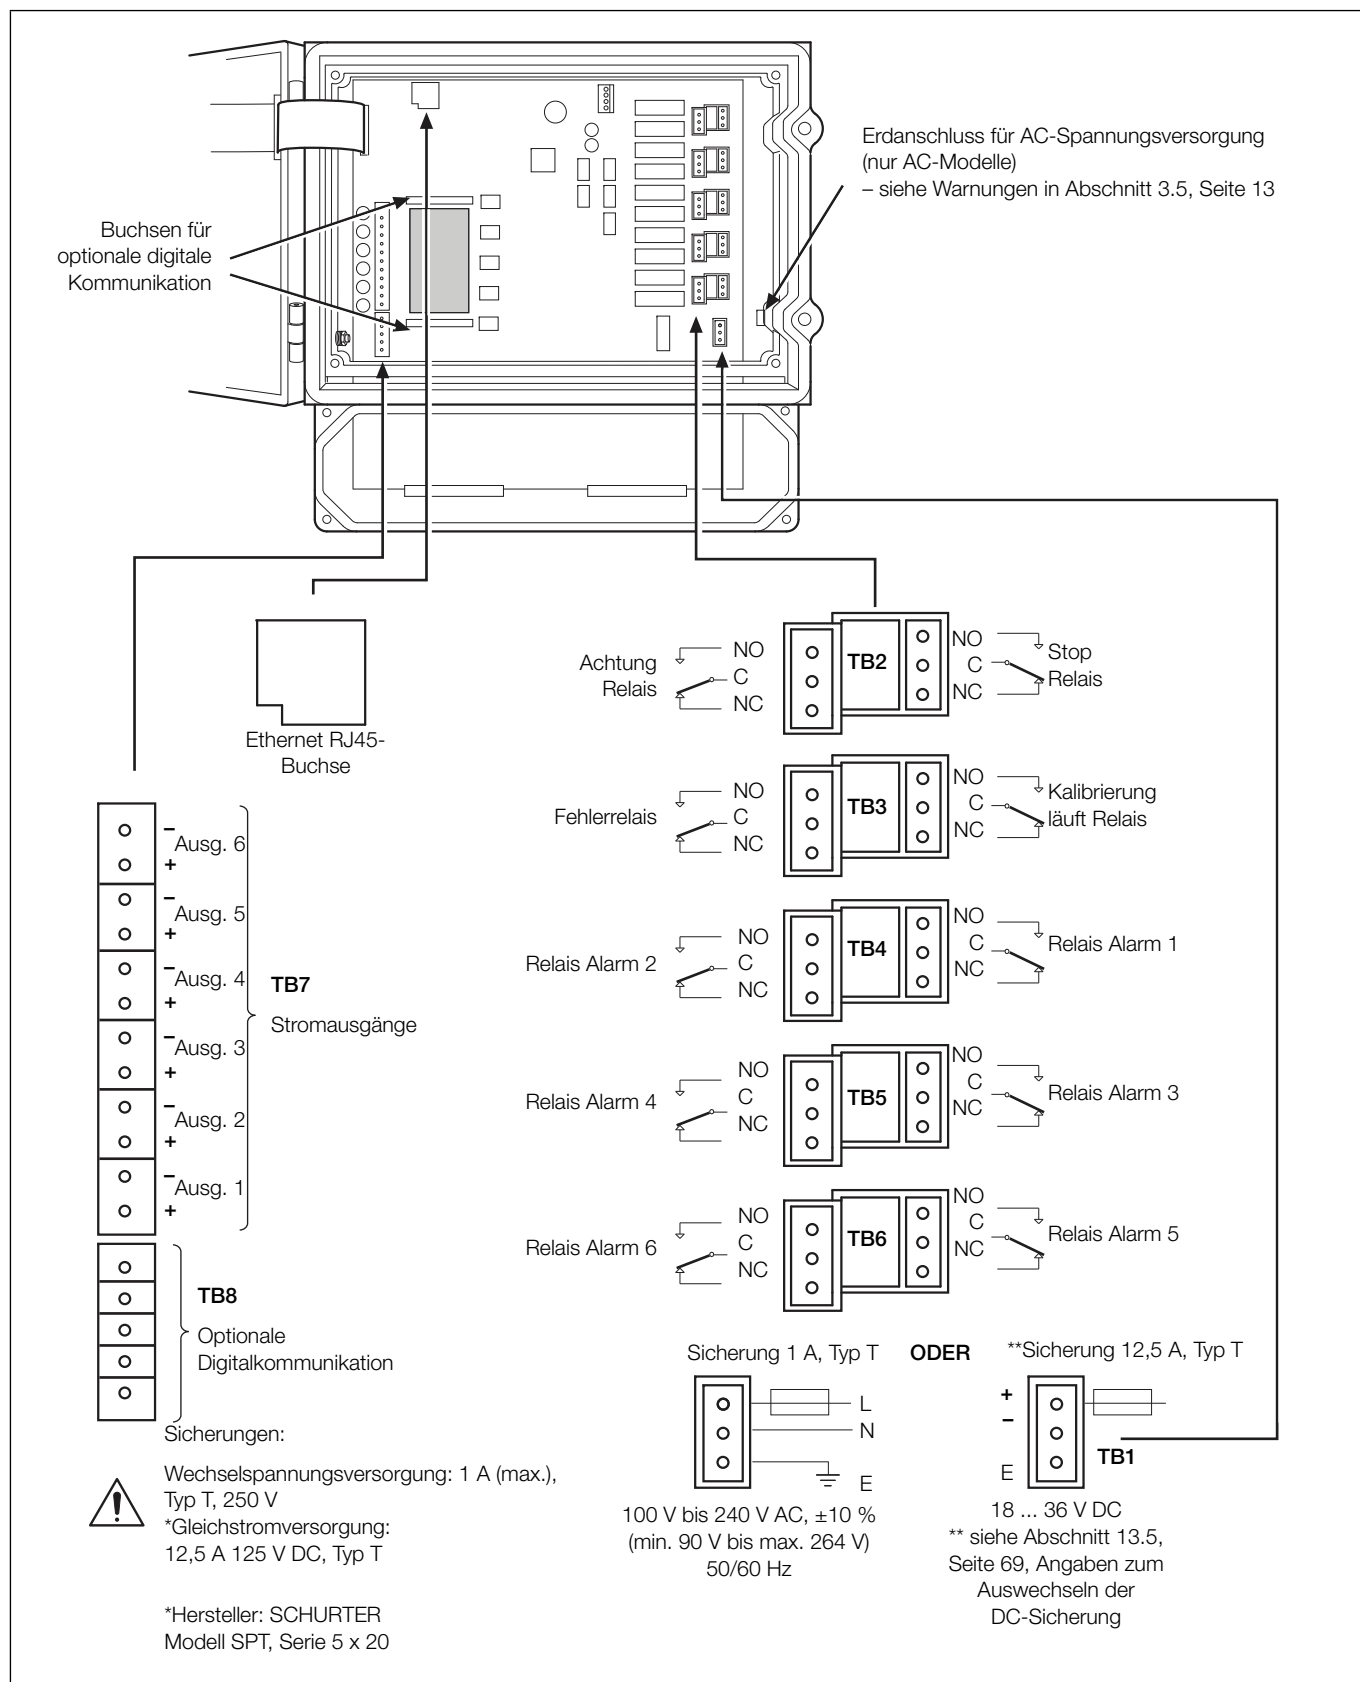
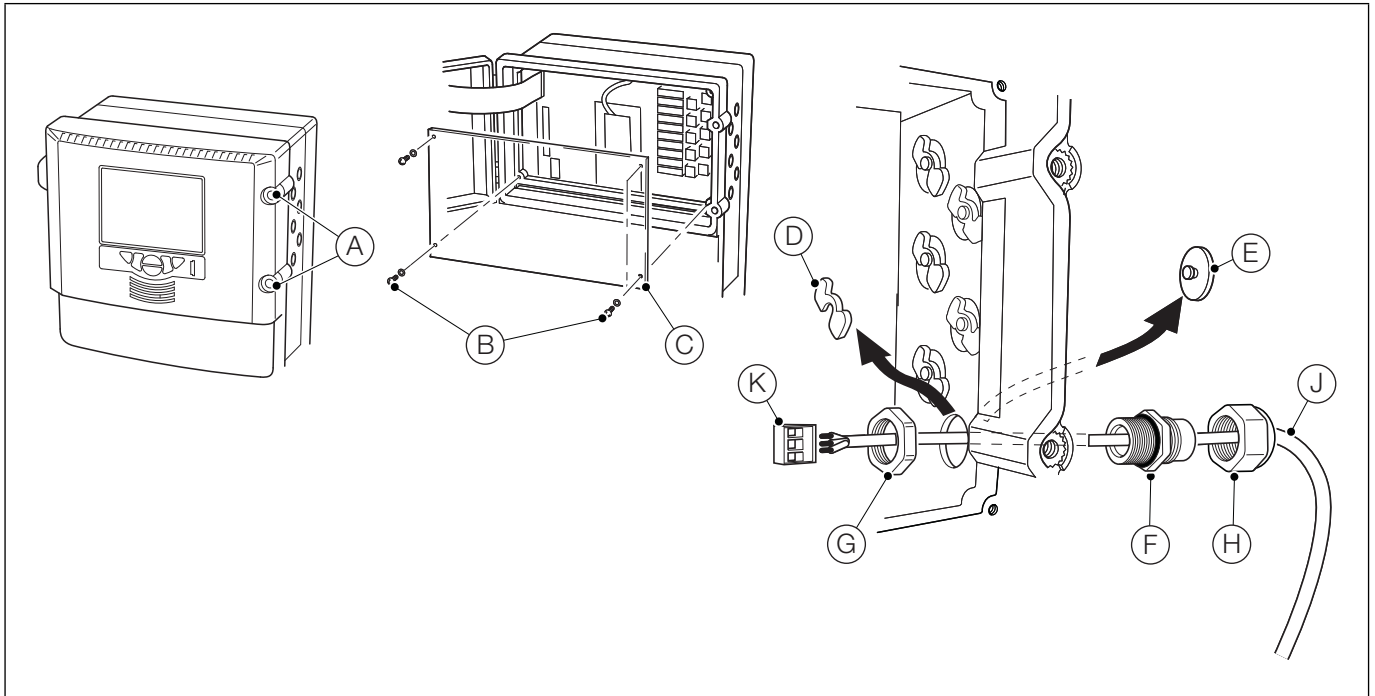
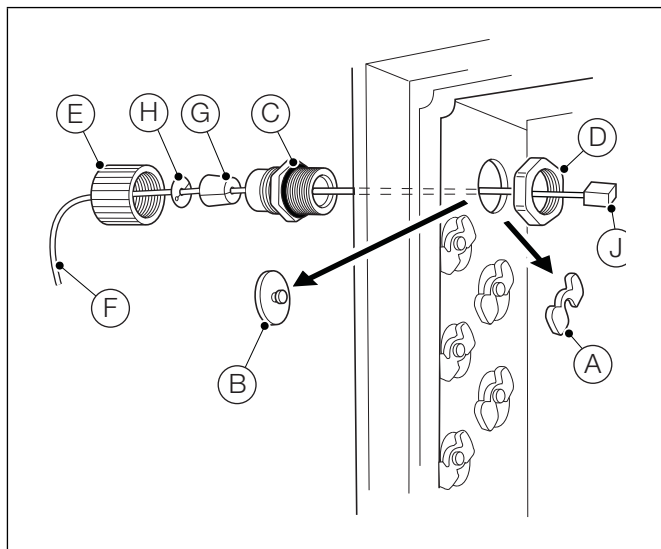

Abb. 3.5: Anschlussübersicht
Abb. 3.6: Verwenden und Herstellen von elektrischen Verbindungen
Abb. 3.7: Ethernet-Anschlüsse
- Achten Sie darauf, dass die richtigen Sicherungen eingesetzt sind (siehe Sicherungsdetails Abb. 3.5, Seite 14).
- Die Klemmenblöcke TB1 bis TB8 auf der Anwendungsplatine sind in Abb. 3.5 auf Seite 14 dargestellt.
**Erläuterungen zu Abb. 3.6:**
1. Öffnen Sie die Klappe, indem Sie die Befestigungsschrauben (A) an der Klappe der Elektronikeinheit um eine  $\frac{1}{4}$  Umdrehung gegen den Uhrzeigersinn drehen.
2. Entfernen Sie die vier Schrauben (B) mit einem Kreuzschlitz-Schraubendreher, und nehmen Sie die transparente Abdeckplatte (C) ab.
3. Entfernen Sie den Blindstopfen (E) indem Sie die Sicherungsklammer D vom Blindstopfen schieben.
4. Bringen Sie die Kabelverschraubung (F) an, und befestigen Sie sie mit der Mutter (G).
5. Entfernen Sie die Abdeckung der Kabelverschraubung (H), und ziehen Sie das Kabel (J) durch die Abdeckung.
6. Ziehen Sie das Kabel durch die Kabelverschraubung (F) und das Gehäuse.
7. Entfernen Sie den Klemmenblockstecker (K), und verbinden Sie die Kabelenden mithilfe eines kleinen Schlitz-Schraubendrehers mit dem Stecker. Achten Sie darauf, dass die Drähte mit den richtigen Klemmen verbunden sind (siehe Abb. 3.5, Seite 14).
9. Ziehen Sie die Stopfbuchsenmutter (H) fest.
12. Bringen Sie die transparente Abdeckplatte (C) wieder an, und befestigen Sie sie mit den vier Schrauben (B). Schließen Sie die Elektronikeinheitklappe, und drehen Sie die Klappenbefestigungsschrauben (A) um eine  $\frac{1}{4}$  Umdrehung im Uhrzeigersinn, um die Klappe zu sichern.
2. Erläuterungen zu Abb. 3.7:
- a. Entfernen Sie den Blindstopfen, indem Sie die Sicherungsklammer (A) vom Blindstopfen (B) schieben.
- b. Bringen Sie die Kabelverschraubung (C) an, und befestigen Sie sie mit der Mutter (D).
- c. Entfernen Sie die Abdeckung der Kabelverschraubung (E), und ziehen Sie das Kabel (F) durch die Abdeckung.
- d. Ziehen Sie das Kabel durch die zweiteilige Gummihülse (G) und den Sprengling (H).
- e. Ziehen Sie das Kabel durch die Kabelverschraubung (C) und in das Gehäuse.
- f. Stecken Sie den RJ45-Anschluss (J) in die RJ45-Ethernet-Buchse auf der Anwendungsplatine (Position siehe Abb. 3.5, Seite 14), und ziehen Sie die Stopfbuchsenmutter (E) fest.